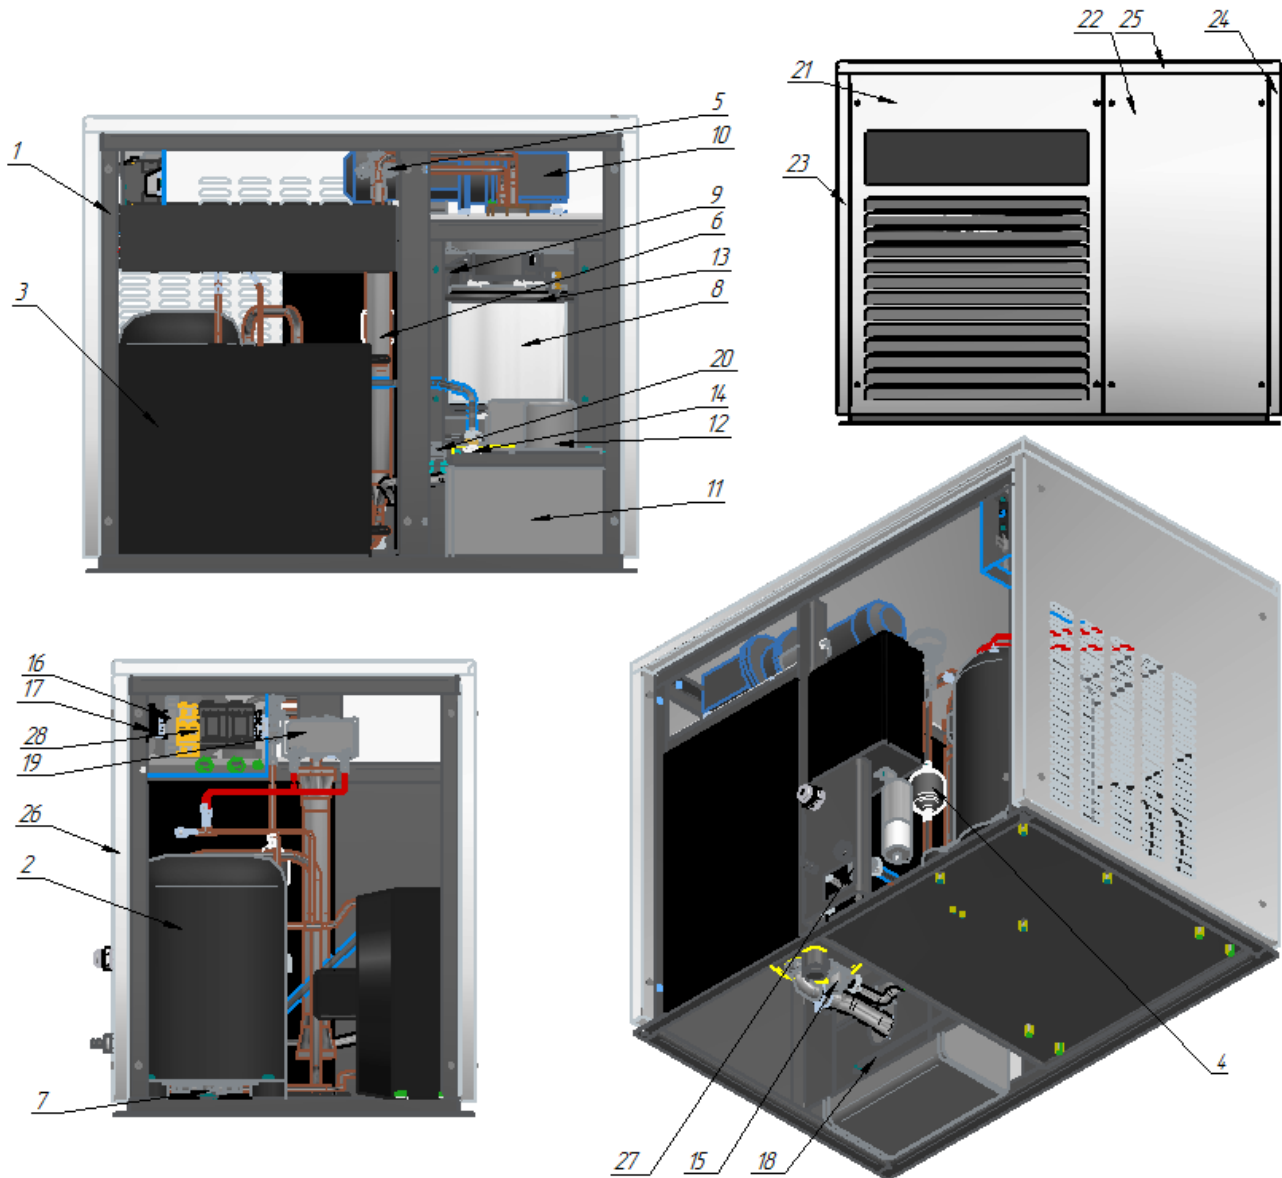

Рис. 2 Устройство льдогенераторов ЛГ-250Ч-02, ЛГ-400Ч-02, ЛГ-620Ч-02
**2.1.2** Устройство льдогенератора чешуйчатого льда ЛГ-250Ч-02, ЛГ-400Ч-02, ЛГ-620Ч-02 приведено на рис. 2.